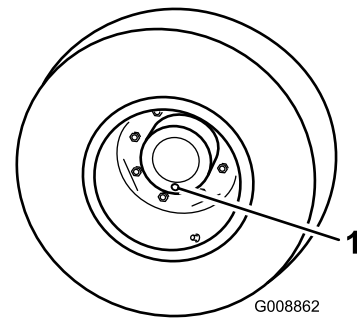

Figura 93
1. Con la máquina en una superficie nivelada, coloque una rueda de manera que uno de los tapones de verificación esté en la posición más baja (posición de las 6) (Figura 93).